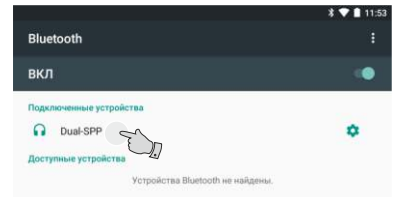

Рис. 1. Сопряжение с найденным устройством
2. Подайте питание на МК. Через 1 минуту включите поиск bluetooth-устройств. После того, как система Android найдет доступное bluetooth-устройство (Dual-SPP), выполните сопряжение с ним (нажмите на него) (рис. 1).